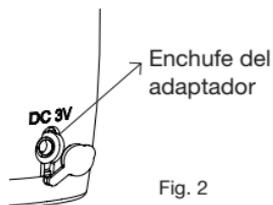

Fig. 2
1) El puerto de salida (enchufe del adaptador) se conecta al enchufe del adaptador en la parte inferior y posterior de la unidad principal (ver Fig. 2).